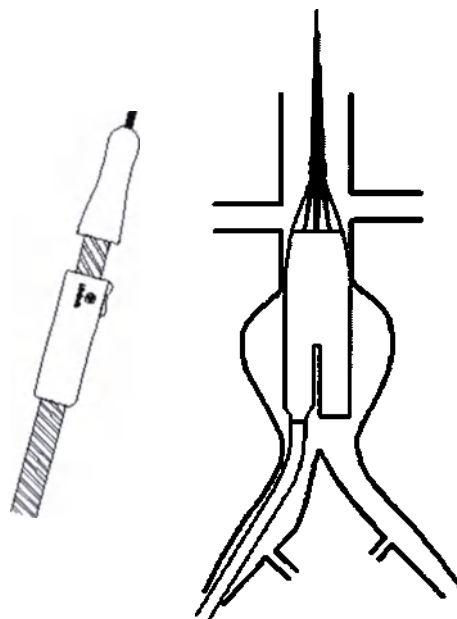

Рис. 6. Высвобождение короткой ветки стент-графта AAA.
- Медленно высвободите стент-графт. Удерживайте систему доставки неподвижно за передний захват и далее поверните скользящий захват против часовой стрелки для медленного высвобождения стент-графта до установки короткой бранши. (рис. 6)